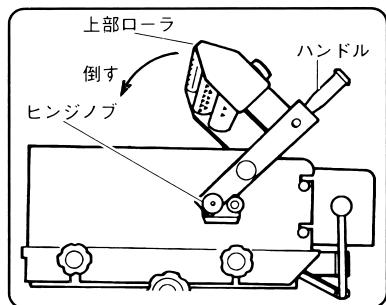
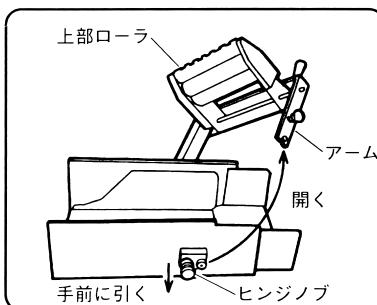

図 11
図 12
(1) 肉箱に肉を入れて、ハンドルを持って上部ローラ（図 11）を倒すと肉をおさえることができます。
(2) 上部ローラは、スライスする肉質、肉の大きさ、形状に応じて 1 本ローラ、2 本ローラ、3 本ローラとして使用することができます。
(3) 肉箱に大きな肉を入れる場合は、図 12 のように上部ローラを開くと便利です。
上部ローラは、図 11 の位置までおこしハンドルを持ってヒンジノブを手前に引くとアームがはずれ開くことができます。肉を入れた後は、必ずもとの位置にアームをもどしてから上部ローラを倒して肉をおさえるようにしてください。（図 11、図 12）